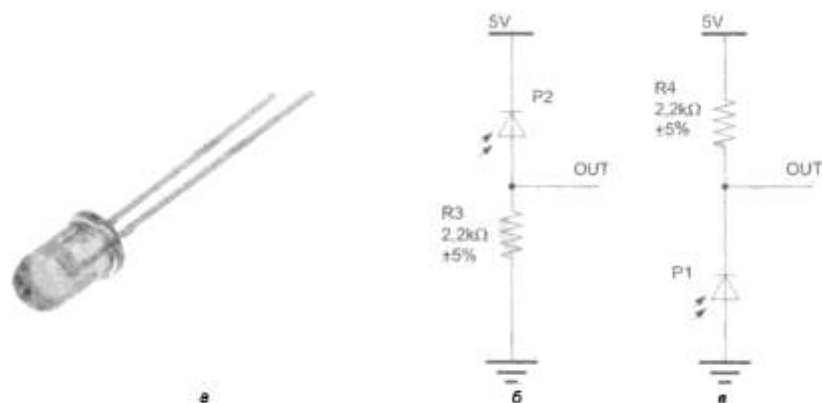

Рис. 9.2. Фотодиод (а) и схемы подключения фотодиода в качестве датчика наличия освещенности (б и в)
1. Фотодиод (рис. 9.2, а) в темноте ведет себя как обычный диод — пропускает электрический ток только в одном направлении, а при освещении генерирует небольшой ток даже без источника питания. При обратном включении фотодиода он, при достижении освещенностью определенного уровня, начинает пропускать электрический ток в обратном направлении — это позволяет использовать фотодиоды в качестве датчиков наличия освещенности.
Схемы обратного включения фотодиодов приведены на рис. 9.2, б и в. Сигнал снимается с выхода OUT, при этом для схемы 9.2, б наличие освещенности характеризуется высоким выходным сигналом, а для схемы 9.2, в — низким. Подобные схемы не позволяют измерять уровень освещенности, а лишь фиксируют ее наличие, что говорит о необходимости подключения их к цифровым портам, которые воспринимают только два вида сигналов: высокий — 1 и низкий — 0.